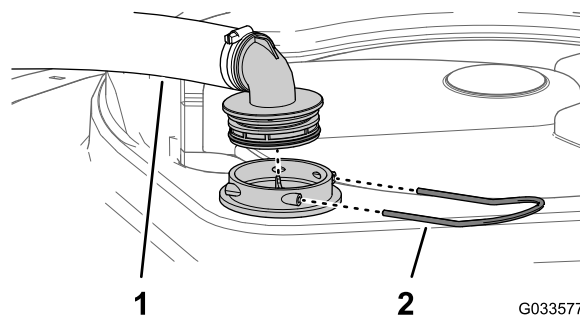

Figure 54
2. Au sommet de la cuve du pulvérisateur, retirez l'étrier qui fixe le raccord de flexible sur le grand flexible et le logement du filtre (Figure 54).
3. Retirez le flexible et le raccord du logement du filtre (Figure 54).